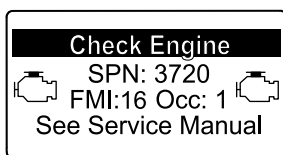

Рисунок 97
- Если на дисплее инфоцентра появляются следующие сообщения о неисправностях двигателя: CHECK ENGINE SPN 3251 FMI 0 (ПРОВЕРЬТЕ ДВИГАТЕЛЬ, SPN 3251 FMI 0), CHECK ENGINE SPN 3720 FMI 0 (ПРОВЕРЬТЕ ДВИГАТЕЛЬ, SPN 3720 FMI 0) или CHECK ENGINE SPN 3720 FMI 16 (ПРОВЕРЬТЕ ДВИГАТЕЛЬ, SPN 3720 FMI 16) (Рисунок 97), то очистите сажевый фильтр, выполнив следующие действия: